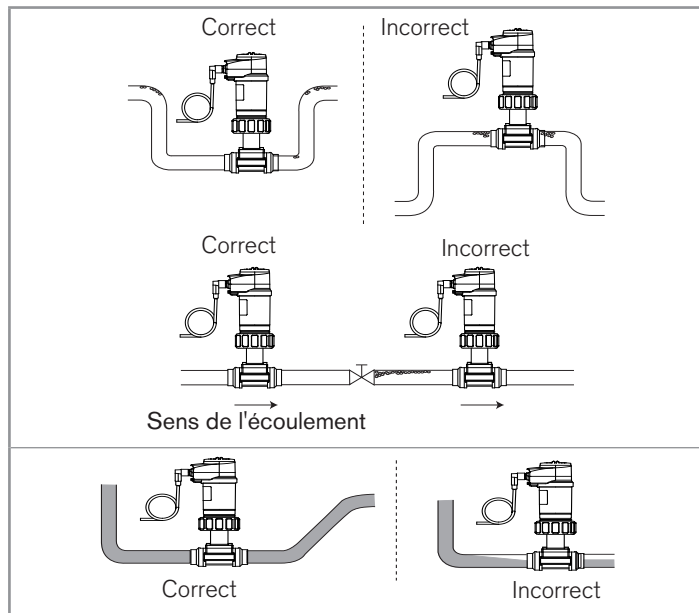

Fig. 3: Bulles d'air dans la canalisation / remplissage de la canalisation
- éviter la formation de bulles d'air au niveau du capteur (voir Fig. 3)
- s'assurer que la conduite est remplie au niveau du capteur (voir Fig. 3)
- éviter la formation de bulles d'air au niveau du capteur (voir Fig. 3, chap. 7.2.1)
- s'assurer que la conduite est remplie au niveau du capteur (voir Fig. 3, chap. 7.2.1)